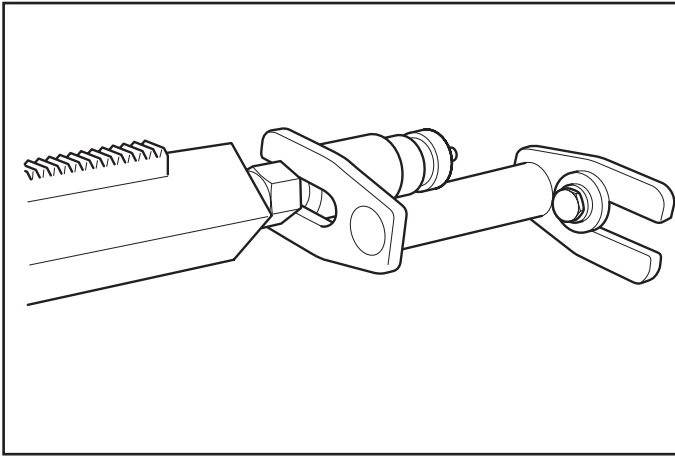

Fig. 9
- Para uma melhor fixação da coluna de perfuração pode-se usar a fixação de expansão (acessório extra) (Fig. 9). A fixação pode ser ajustada contra o parafuso de escora e fixada à parede com um parafuso de expansão. Fixar com porca de segurança de 30 mm.
- An expander attachment (extra accessory) can be used to further secure the drill column. (Fig. 9). The attachment is adjusted against the support column screw and is secured on the wall with an expansion bolt. Secure with the locking nut 30 mm.